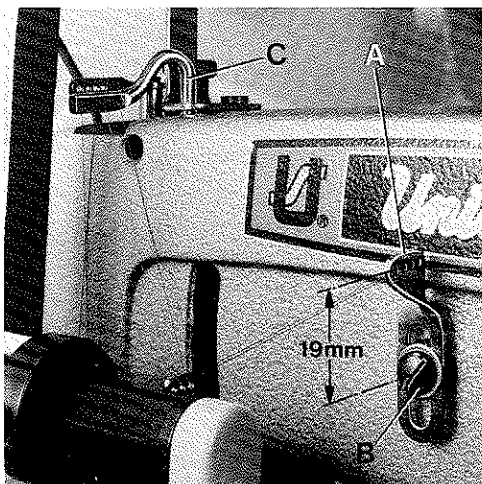

Fig.32
Set the needle thread frame eyelet (A, Fig. 32) 19 mm (3/4 in.) above the center of mounting screw (B). Lower it for more needle thread, raise it for less needle thread in the stitch.
Stellen Sie die Nadelführung am Gehäuse (A, Fig. 32) 19 mm hoch zur Mitte der Befestigungsschraube (B) ein. Tieferstellen ergibt mehr, höherstellen weniger Nadelfäden in der Naht.